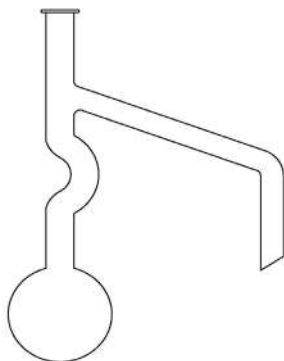

Рис. 21. Колба Богданова
5. **Колба Богданова** (рис. 21) применяется в аппарате для перегонки парафина под вакуумом при определении температуры начала и конца кипения и установлении процентного выхода дистиллята при заданной температуре. Изготавливается из стекла.